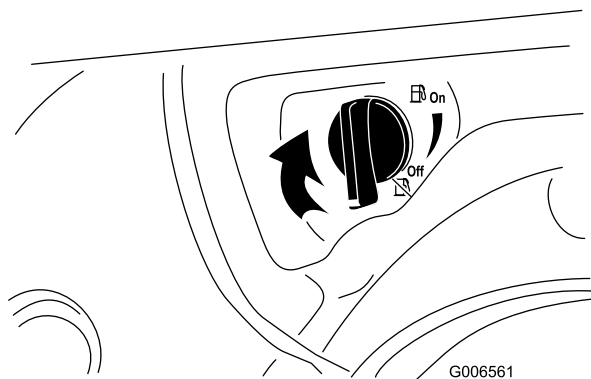

Figura 32
- Cierre la válvula de combustible girándola en sentido horario (Figura 32).